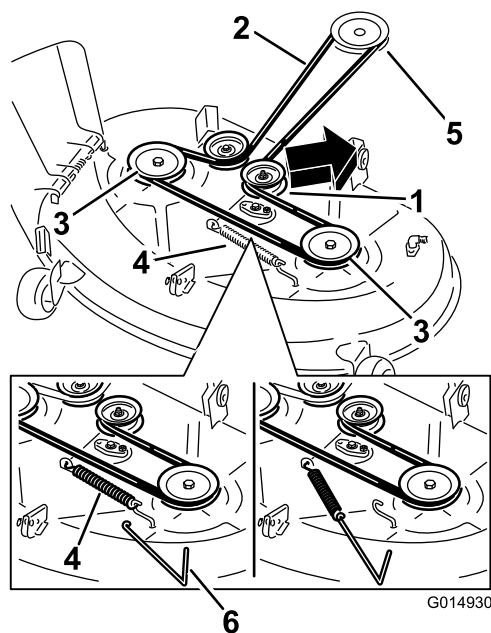
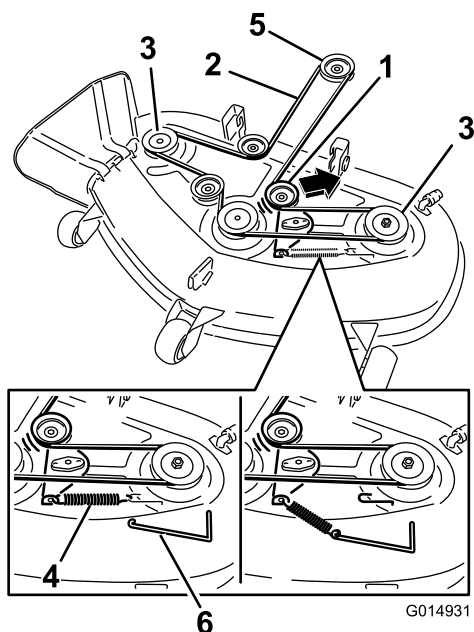

Рисунок 58
Рисунок 59
6. Используя съемник пружин (№ 92-5771 по каталогу Toro), снимите пружину натяжного шкива с крюка деки, чтобы снять натяжение с натяжного шкива, и снимите ремень со шкивов (Рисунок 58 и Рисунок 59).
7. Проложите новый ремень вокруг шкива двигателя и шкивов газонокосилки (Рисунок 59).
8. Используя съемник пружин, установите пружину натяжного шкива на крюк деки и создайте натяжение на натяжном шкиве и ремне газонокосилки (Рисунок 58 и Рисунок 59).